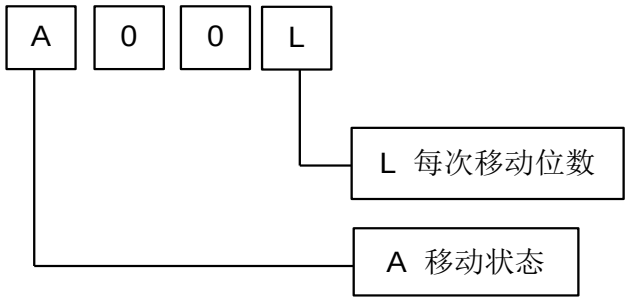

图 5-20-2
- Length : 为一四位数, 定义如图 5-20-2。